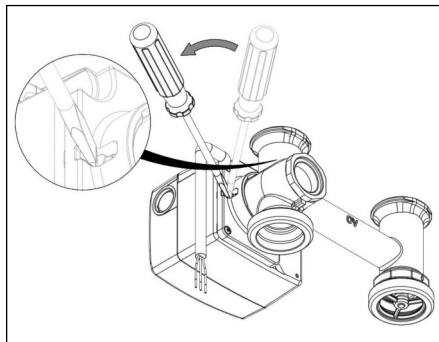

Abb. 5.3 Demontage Stellmotor
1. Stellmotor des 3-Wege-Mischhahn von Hand abziehen ggf. einen Schlitzschraubendreher zur Hilfe nehmen (s. Abb. 5.3)